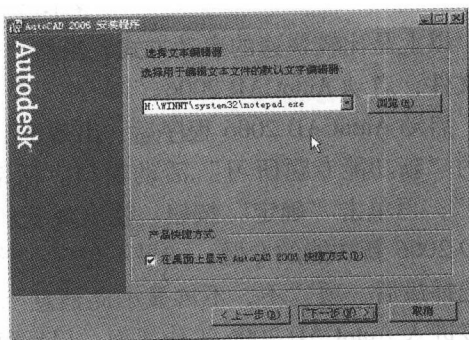

图 1-10 选择文本编辑器和创建快捷方式
10) 选择文本编辑器与创建快捷方式(见图 1-10)。AutoCAD 默认文本编辑器是 Windows 自带的记事本,一般不用更改。如欲创建快捷方式,可勾选对话框下部的“在桌面上显示 AutoCAD 2006 快捷方式”,单击“下一步”按钮继续。